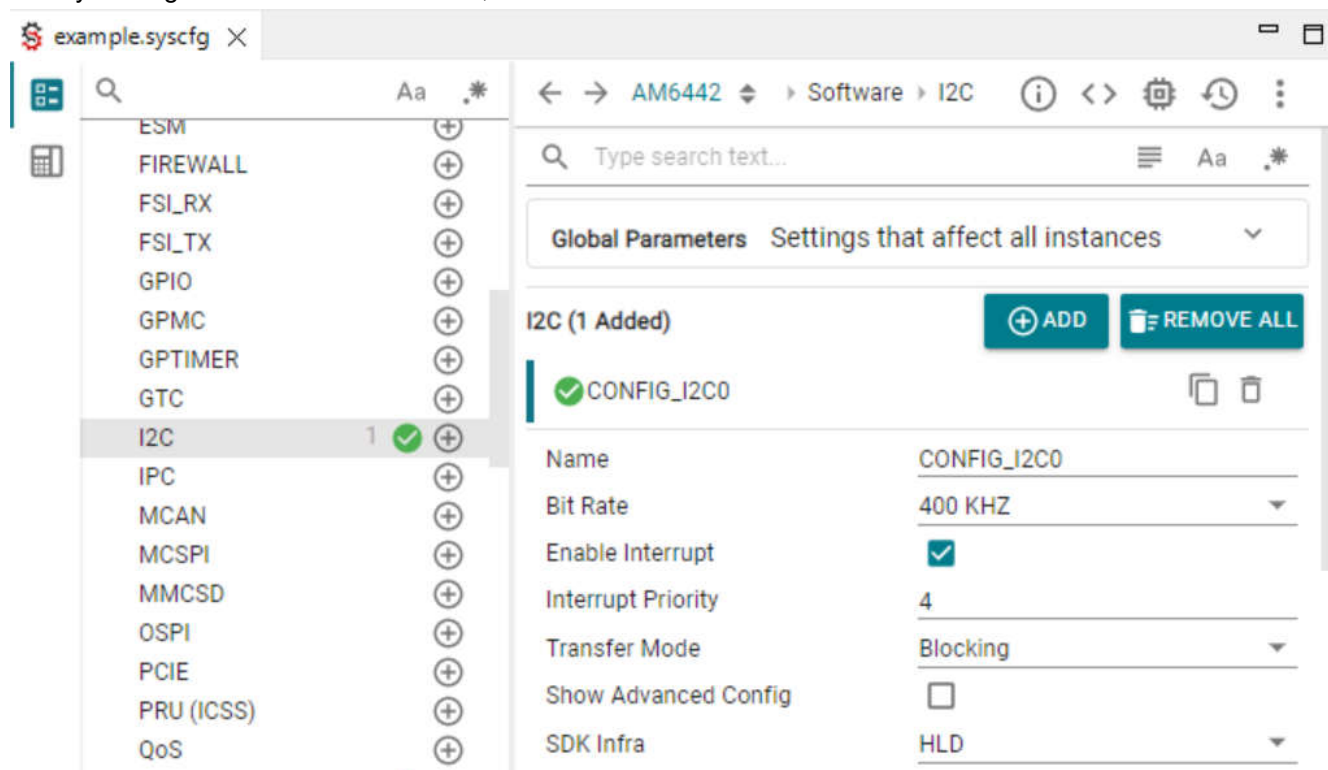

图 3-3. SysConfig CCS GUI 视图
4. SysConfig GUI 必须在 CCS 内启动，其外观与图 3-3 所示相似。